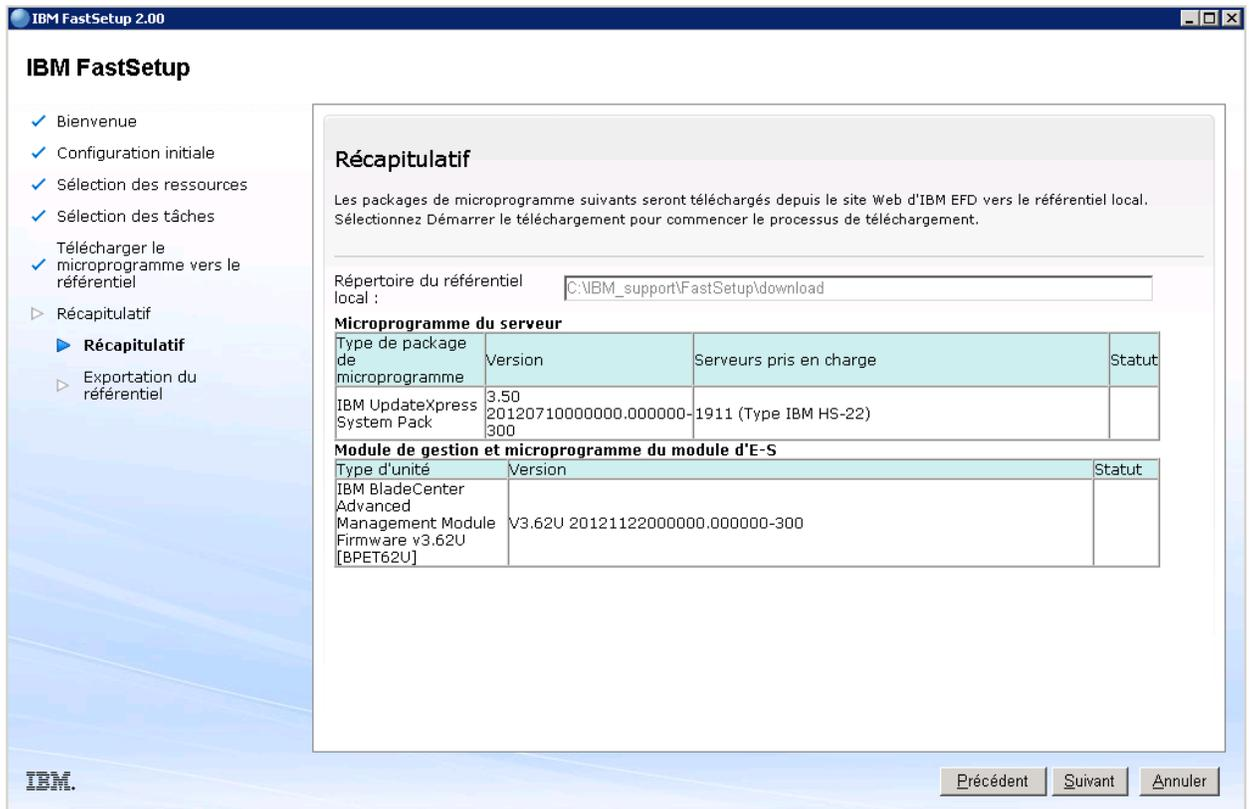

Figure 19 : Ecran récapitulatif du téléchargement du microprogramme
1. Cliquez sur le lien “Importer un référentiel de microprogramme existant” dans l'écran Sélection des tâches. Voir Figure 19. L'écran Importer le référentiel du microprogramme s'affiche.